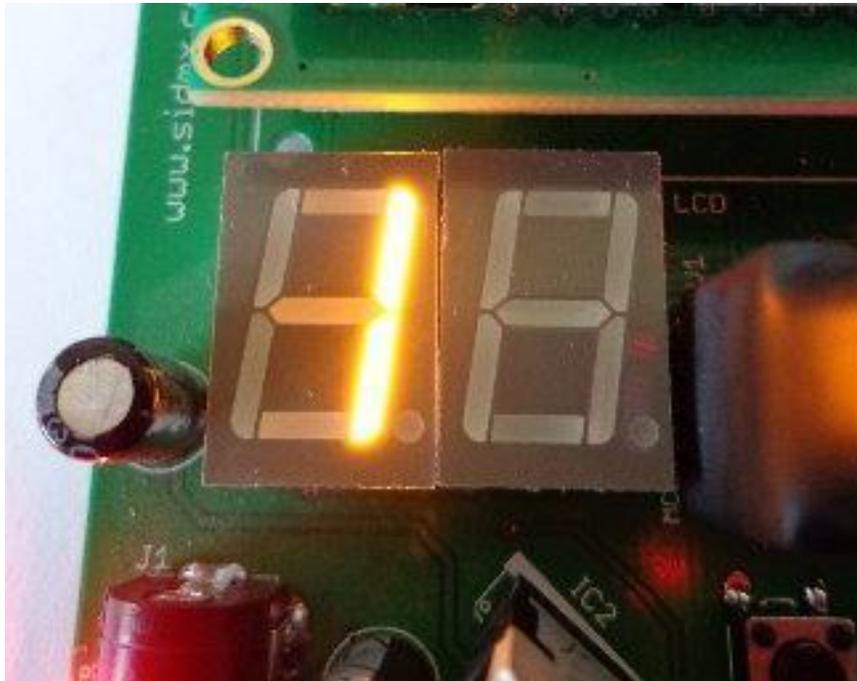

Figura 2.14 Activación del display 2
2. Apagar el display 1 y colocar otro patrón de bits en el puerto B para mostrar por ejemplo el número 1 en el display 2. Esto se observa en la figura 2.14.